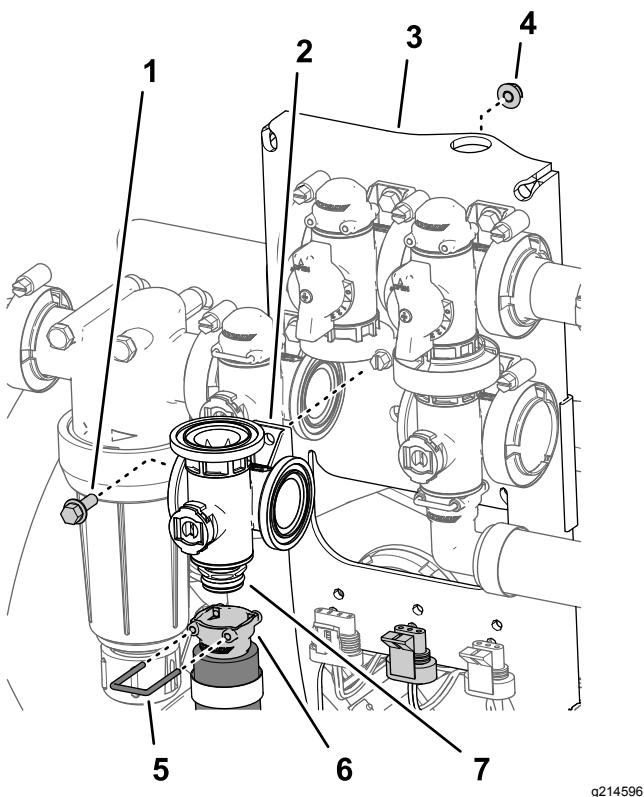

Figura 116
2. Rimuovete il fermo che fissa la presa di scollegamento rapido al giunto di scollegamento rapido del collettore per la valvola dell'agitatore (Figura 116).
3. Rimuovete il bullone a testa flangiata ($\frac{1}{4}$ " x $\frac{3}{4}$ ") e il dado di bloccaggio flangiato ($\frac{1}{4}$) che fissano la valvola dell'agitatore al supporto della valvola e rimuovete il collettore della valvola dalla macchina (Figura 116).